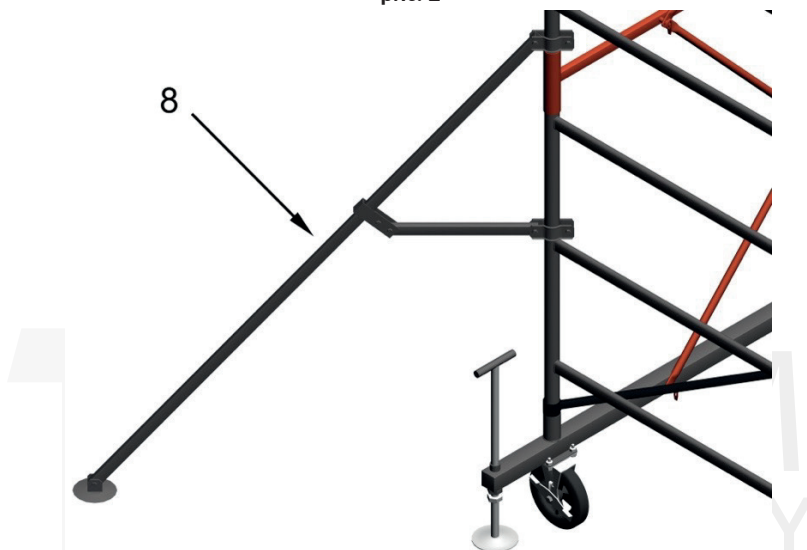

рис. 3
- 4.10. Установить настилы (6, 6а) на нижние перекладины лестниц последней секции (рис. 3).
5.1. При сборке вышки высотой от 6,3 м (4 секции включительно) у основания необходимо закрепить стабилизаторы (8) (в комплект не входят) для дополнительной устойчивости вышки (рис. 3).